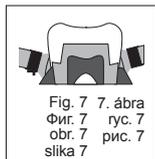

Fig. 7. 7. ábra
- a) Перед удалением излишков цемента произведите фотополимеризацию с помощью полимеризационного устройства с длиной волны видимого спектра (галоген, GC G-Light, LED) в течение 2-4 секунд (рис. 7), или дайте цементу самоотвердиться до резиноподобной стадии.
Фиг. 7. 7. рис. 7
obr. 7. 7. рис. 7